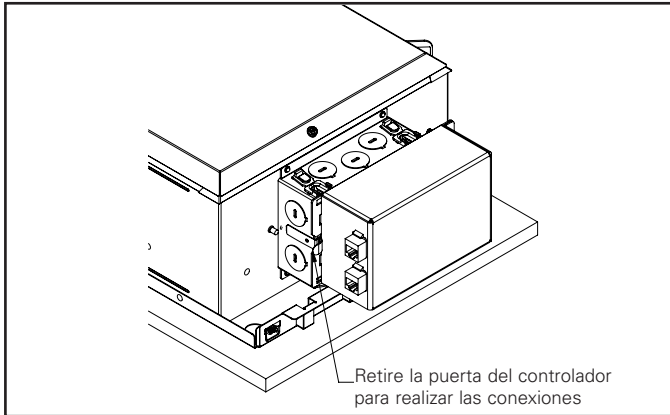

Figura 11
1. Retire la cubierta exterior de la caja de conexiones, Figura 11 (controlador unido a la cubierta).